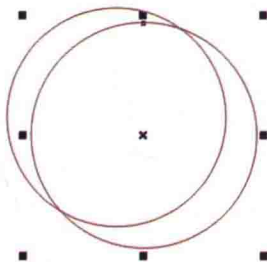

图1-4
STEP 03 选中工作区中的正圆，并将其复制一个，调整其大小和位置，如图1-4所示。